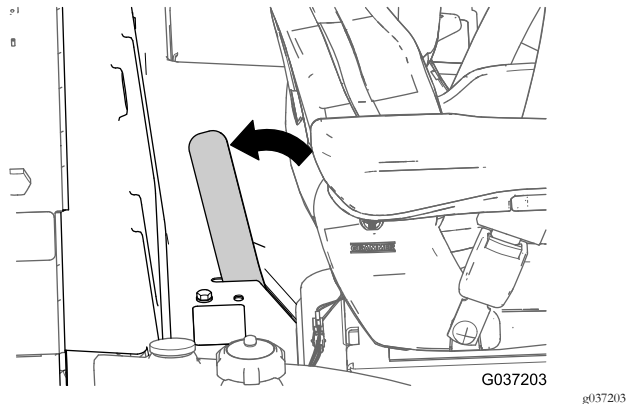

Bild 11
3. Senken Sie die Plattform vollständig ab und schieben den Arretierhebel zum Heck des Mähers, bis die Sperrhaken ganz in der Sperrstange einrasten (Bild 11).